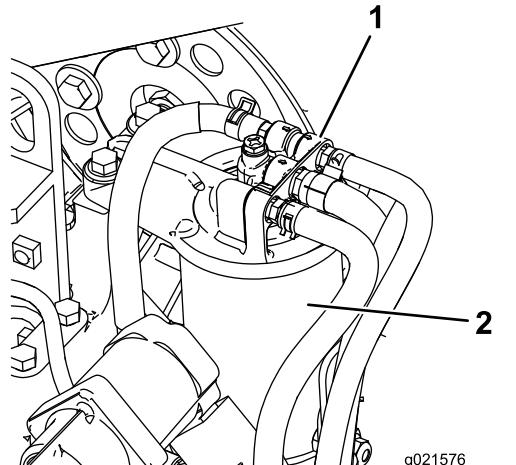

Figura 62
- Limpe a zona em torno da cabeça do filtro de combustível (Figura 62).
- Retire o filtro e limpe a superfície de montagem da cabeça do filtro (Figura 62).